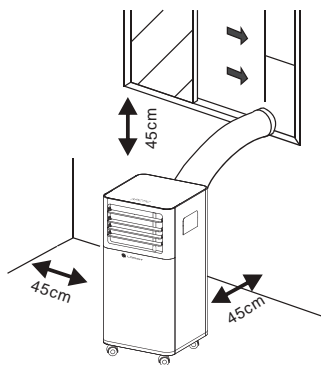

Рис. 1
**1) Обеспечить свободное пространство (не менее 45 см) (Рис.1).**